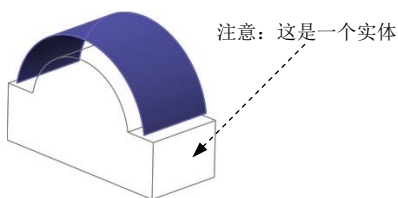
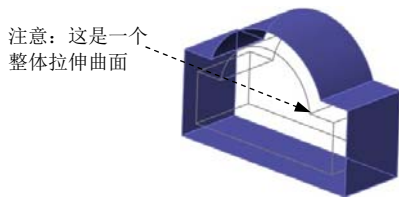

图 6.2.38 实体表面偏移
图 6.2.39 曲面面组偏移
标准偏移是从一个实体的表面创建偏移的曲面（见图 6.2.38），或者从一个曲面创建偏移的曲面（见图 6.2.39）。操作步骤如下。
Step2. 选取要偏移的对象。选取图 6.2.38 所示的实体的圆弧面作为要偏移的曲面。